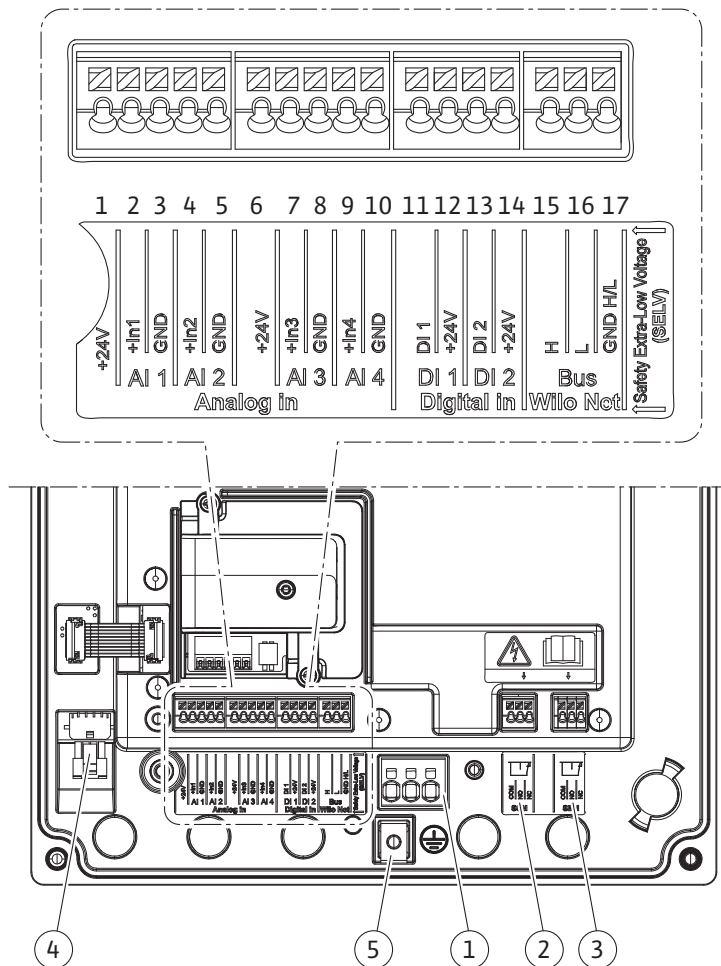

Fig. 19: A modulban található kapcsok áttekintése
4. A csatlakozókábel (Fig. 19, 1. poz.) az M25 kábelcsavarzaton kell átvezetni. A kábelcsavarzaton az előírt forgatónyomatékkal húzza meg.